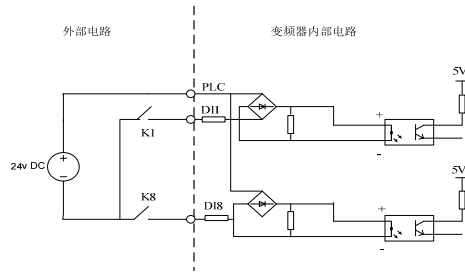

图 2-2 使用外部电源开关控制
- 2) 使用外部电源，开关控制接线方式如图2-2（注意去除PLC与24V端子间的连接线）。